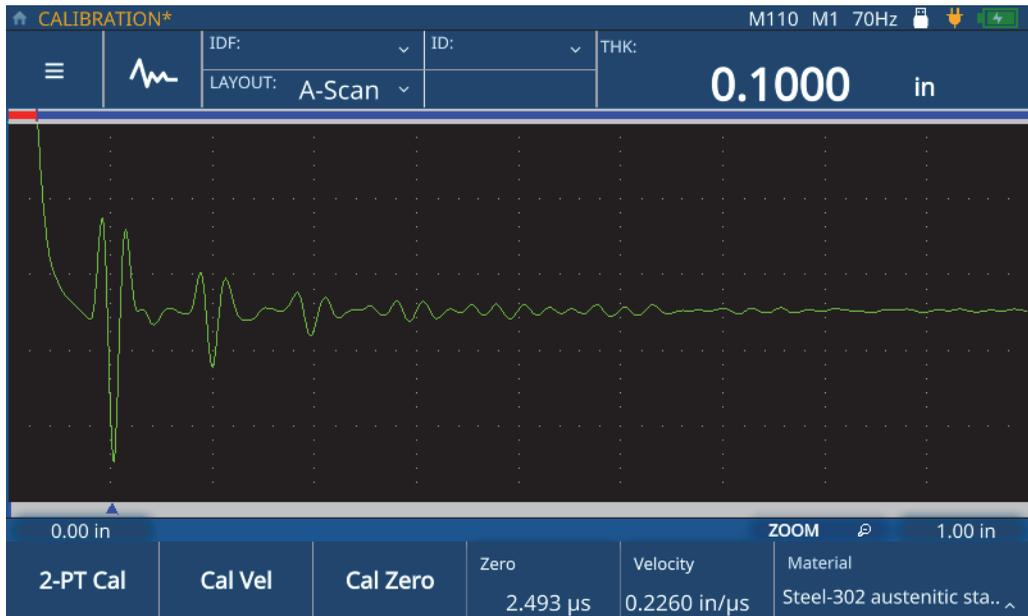

Figure 5-12 Étalonnage en deux points terminé
9. Touchez l'icône de crochet pour enregistrer la valeur et quitter le mode de modification (Figure 5-12 à la page 59).